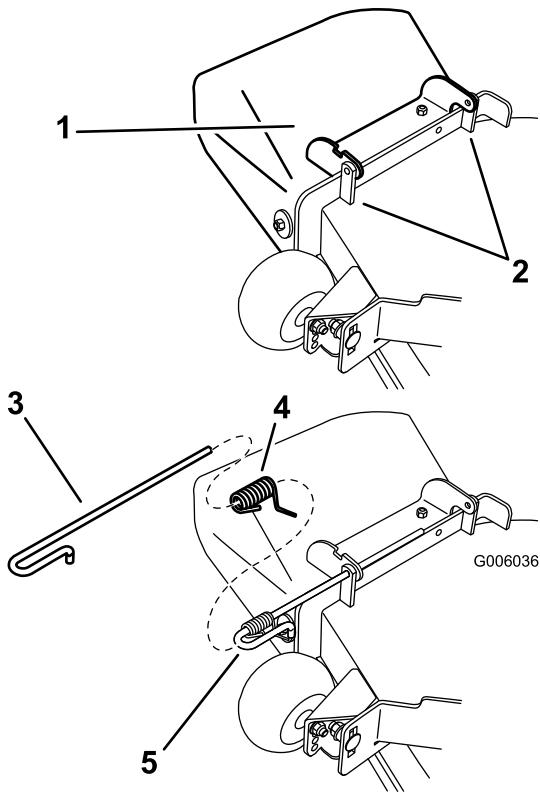

Figure 76
2. Positionnez le nouvel ensemble déflecteur d'éjection en plaçant les extrémités du support entre les supports soudés du plateau, comme illustré à la Figure 76.
1. Désengagez le ressort du cran dans le support de déflecteur et sortez la tige des supports soudés du plateau, du ressort et du déflecteur d'éjection (Figure 76). Enlevez le déflecteur s'il est endommagé ou usé.